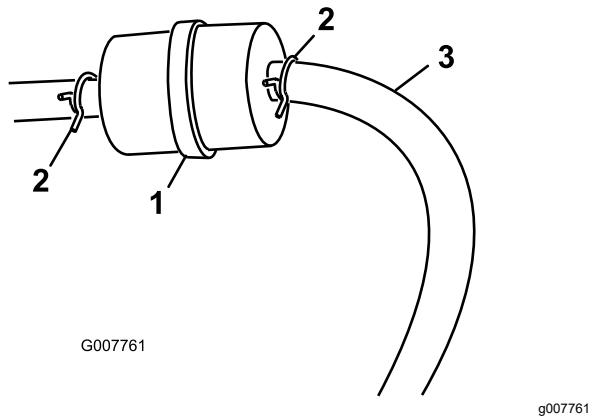

Рисунок 23
3. Сожмите концы шланговых хомутов и сдвиньте их с фильтра (Рисунок 23).
5. Установите новый фильтр и передвиньте шланговые хомуты ближе к фильтру (Рисунок 23).
3. Ослабьте шланговый хомут на топливном фильтре и отодвигните его по топливному трубопроводу от фильтра (Рисунок 23).
4. Отсоедините топливный трубопровод от топливного фильтра (Рисунок 23).
- Примечание:** Дайте топливу слиться в канистру для топлива или сливной поддон (Рисунок 23).
5. Установите топливный трубопровод на топливный фильтр. Передвиньте шланговый хомут к топливному фильтру, чтобы закрепить топливный трубопровод (Рисунок 23).